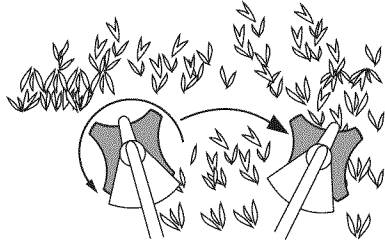

Fig. 20
- Mueva la unidad de su izquierda a derecha hacia el material que va a cortar (Fig. 20).